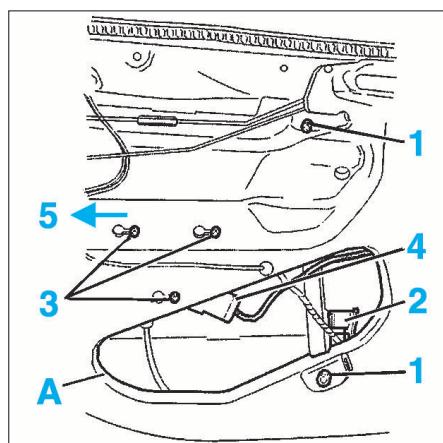

FIG. 35
- Dévisser les fixations (1) (Fig.35) du mécanisme.
- les fixations (1) (Fig.35) de la vitre.
- Dévisser les écrous (3).
- Déconnecter le faisceau de lève-vitre électrique (4).
- Glisser le mécanisme (flèche (5)) et le sortir par l'ajourage (A).